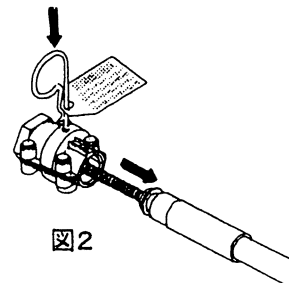

図2
- ② 図2のように穴の中にヒッチピンの先端を押し付け、ヘルムからケーブル本体を引抜いて下さい。
- ③ ケーブルのコアがヘルムから抜けるまでステアリングホイールを回して下さい。